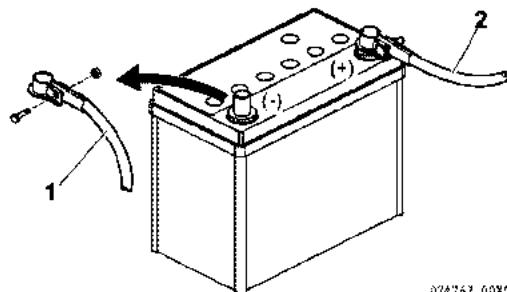

Рисунок 13
6. При отсоединении аккумуляторных проводов, сначала ослабляется и снимается минусовой (-) провод (Рисунок 13, (1)).